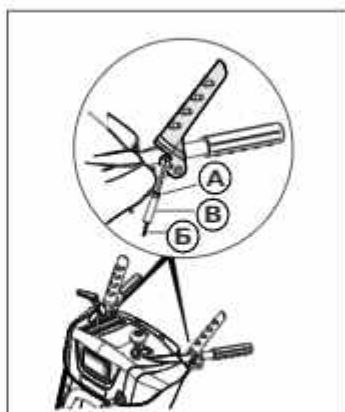

Рис. 40
2. Ослабьте контргайку (рис. 40, поз. А).
3. Удерживайте трос регулирования (рис. 40, поз. Б).
4. Поверните кольцо (рис. 40, поз. В), чтобы ослабить напряжение. НЕ затягивайте кольцо слишком сильно.